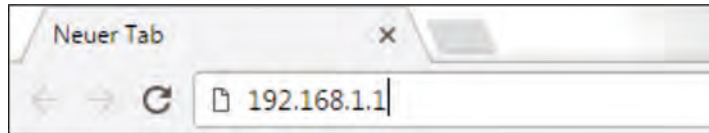

Abb. 32-23 Adressfeld
6. In das Adressfeld (Abb. 32-23) die IP-Adresse „192.168.1.1“ eintragen und öffnen. Nach erfolgreicher Verbindung erscheint das Display des NivuFlow Mobile (Abb. 32-24).